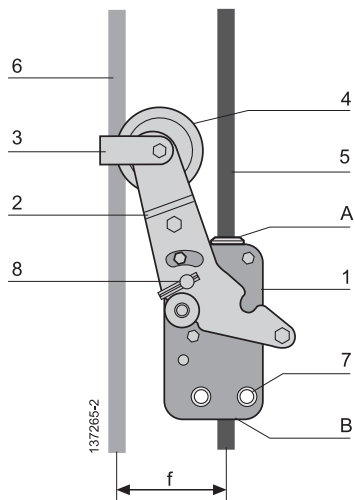

Abb. 1
Die Fangvorrichtung Blocstop™ Typ BSA (Abb. 1) besteht aus einem Gehäuse aus verzinktem Stahl (Pos. 1 Abb. 1) und einem Schwenkhebel aus verzinktem Stahl (Pos. 2 Abb. 1) mit einer Seilrolle aus verzinktem Stahl am Ende (Pos. 4 Abb. 1). Die Fangvorrichtung wird durch die 2 zuvor in den Öffnungen (Pos. 7 Abb. 1) angebrachten Schrauben + selbstsichernden Muttern starr an der Arbeitsbühne befestigt. Die Drehung des Hebels (Pos. 2 Abb. 1) bewirkt das Öffnen oder Schließen der Backen.
Die Funktion der Fangvorrichtung ist automatisch und hängt ausschließlich vom Abstand f (siehe Abb. 1) zwischen dem Hubseil (Pos. 6 Abb. 1) zum Heben der Arbeitsbühne und dem Sicherheitsseil (Pos. 5 Abb. 1) ab, das durch das Gehäuse (Pos. 1 Abb. 1) geht.
- Wenn das Hubseil (Pos. 6 Abb. 1) gespannt ist, hält der Hebel (Pos. 2 Abb. 1) die Backen offen und das Sicherheitsseil (Pos. 5 Abb. 1) gleitet frei durch das Gerät (Abb. 7).
- Wenn das Hubseil (Pos. 6 Abb. 1) entspannt ist, kippt der Hebel (Pos. 2 Abb. 6) dank einer Rückholfeder im Inneren des Gehäuses (Pos. 1 Abb. 6) und bewirkt die Klemmung der Backen auf dem Sicherheitsseil (Pos. 5 Abb. 1). Der Stopp der Arbeitsbühne erfolgt sofort auf der Seite, auf der die Fangvorrichtung installiert ist.
Das Kippen des Hebels (Pos. 2 Abb. 1) kann verursacht werden durch:
Die Seilführung aus verzinktem Stahl (Pos. 3 Abb. 1) sorgt dafür, dass das Hubseil (Pos. 6) immer mit der Rolle (Pos. 4 Abb. 1) in Kontakt bleibt.
WICHTIG: Jede Fangvorrichtung ist ab Werk mit Hilfe einer Schraube und einer Sicherungsmutter eingestellt (Position des Hebels (Pos. 2 Abb. 1) gegenüber dem Gehäuse (Pos. 1 Abb. 1)). Es ist verboten, die Einstellung des Hebels gegenüber dem Gehäuse zu ändern.